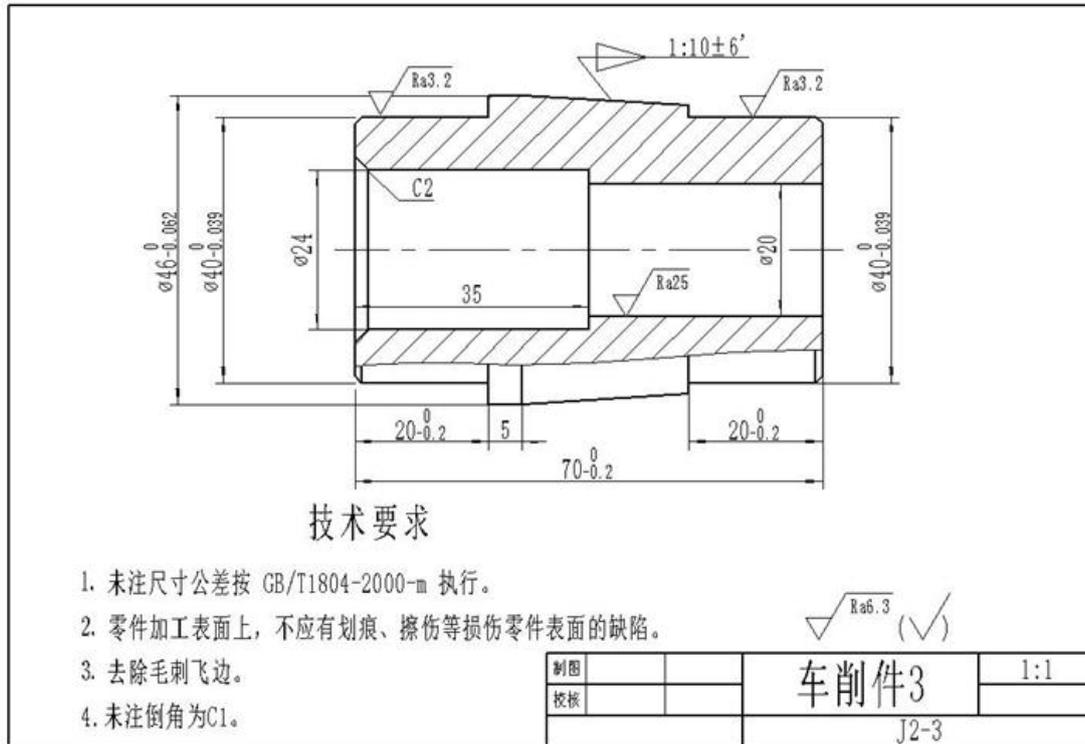

图2.3 车削件3
(1) 任务描述：试在：CA6140车床上加工如图2.3工件，所提供的工件毛坯规格： $\Phi 50\text{mm} \times 75\text{mm}$  棒料，45钢。生产批量为中批量。最终结构要素的加工形状、公差要求以及表面质量等以图纸标注为准。